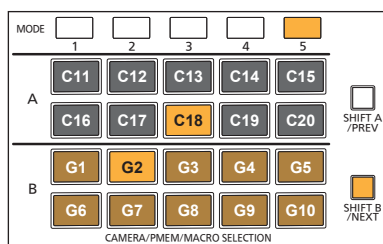

図 4
4. G2 マクログループを選択し、手を離したときにマクログループが確定します。(図 4)